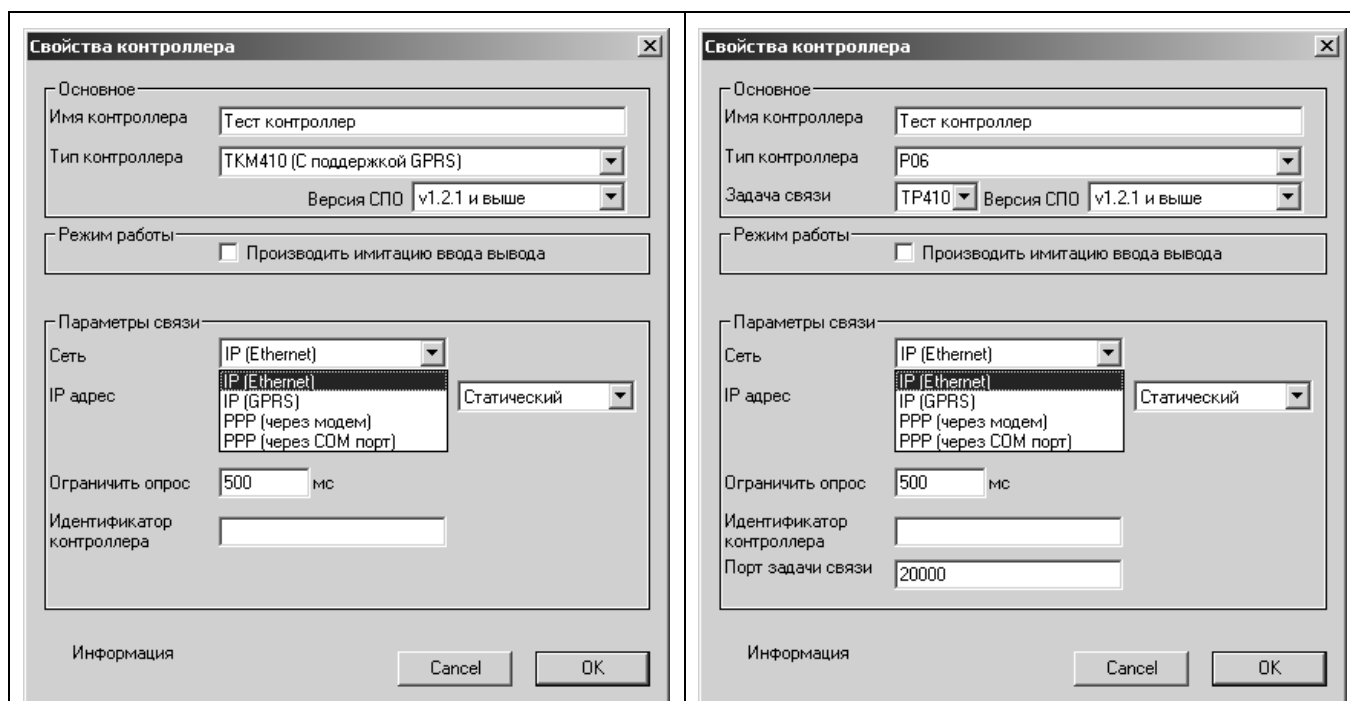

Рисунок 4.5 - Среды передачи данных для CPU730, CPU715, P06 и TKM410 с поддержкой TP410
- сеть – это среда передачи данных, доступно несколько сред передачи данных (см. рисунок 4.5):